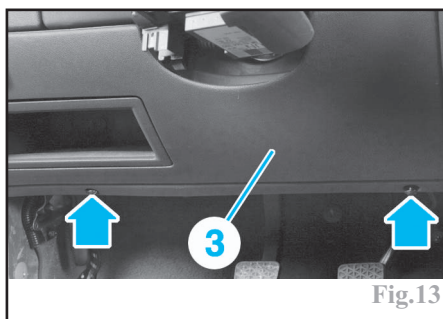

Fig.13
- la garniture gauche sous volant avec le vide-poches du côté conducteur (3) (Fig.13).
Déposer le commutateur d'éclairage (4) (Fig.13). Pour cela :
- déposer le bouton (5) en tirant dessus.
- tout en poussant le commutateur par derrière la planche de bord, et à l'aide de petits tournevis ou d'une pince bec, amener les deux agrafes (6) vers l'intérieur.